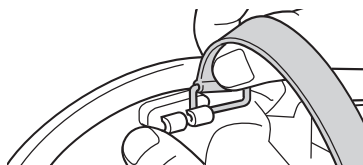

図75 リングを外す
2. 頭頂部2カ所については、リングごと外します。(図75 参照)